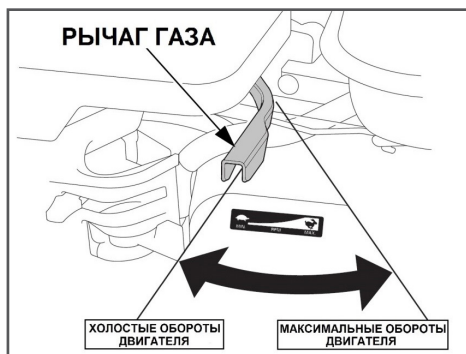

Рис. 20 Положения рычага газа
2. Открутите гайки 2 крепления ползков 1 на 1-2 оборота и установите ползков на необходимую высоту (Рис. 20). Снова затяните гайки.
4. Переведите рычаг газа на 1/3 хода в сторону положения максимальных оборотов двигателя (Рис. 20).